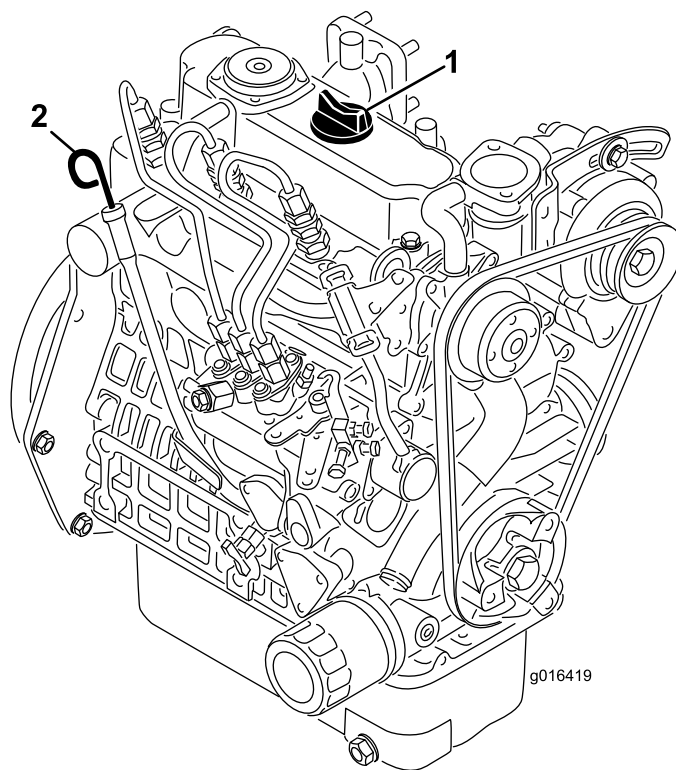

Figura 23
2. Togliete l'asta di livello ed asciugatela con un panno pulito (Figura 23). Inserite l'asta di livello nel tubo, assicurandovi che sia inserita fino in fondo. Estraiete l'asta di livello dal tubo e controllate il livello dell'olio. Se il livello dell'olio è basso, togliete il tappo di riempimento dal coperchio della valvola e versate **lentamente** una quantità di olio sufficiente ad alzarne il livello fino al segno di pieno (Full) sull'asta. Rabboccate lentamente l'olio e controllate spesso il livello durante questa operazione. **Non riempite troppo.**